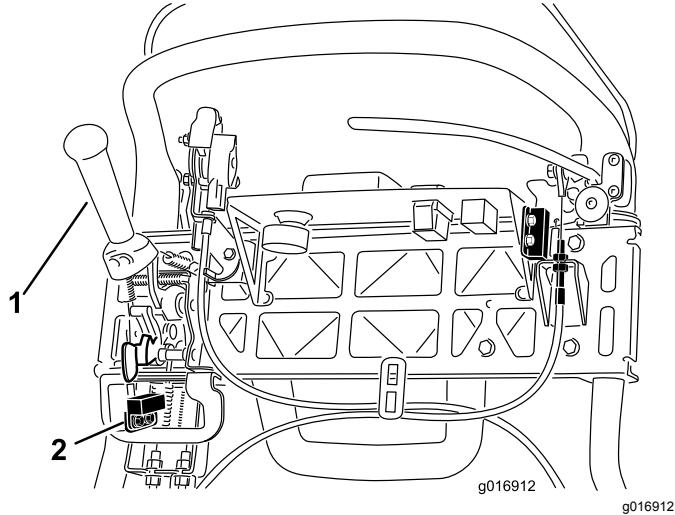

Bild 41
4. Lösen Sie die Befestigungsschrauben des Sicherheitsschalters (Bild 41).
5. Legen Sie eine 1,6 mm dicke Unterlegscheibe zwischen den Fahrantriebshebel und den Sicherheitsschalter (Bild 41).